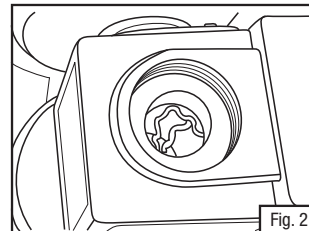

Fig. 2
3. Asegúrese que el inserto de la entrada de aire esté colocado dentro de cada una de las tres entradas de aire de hule en la unidad Turbo y que las rosas y superficies de sello no estén sucias (Fig. 2).